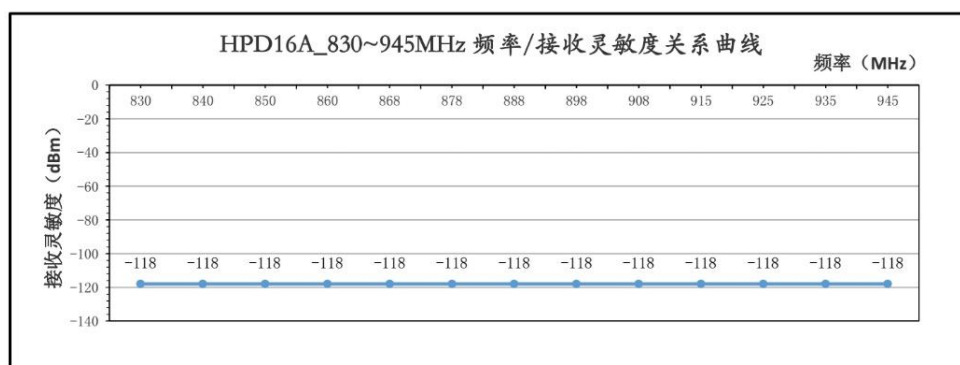

图 6
- 【3】、图 6 表达了在 400~520MHz , 840~945MHz 整个频段内, 接收灵敏度无变化;